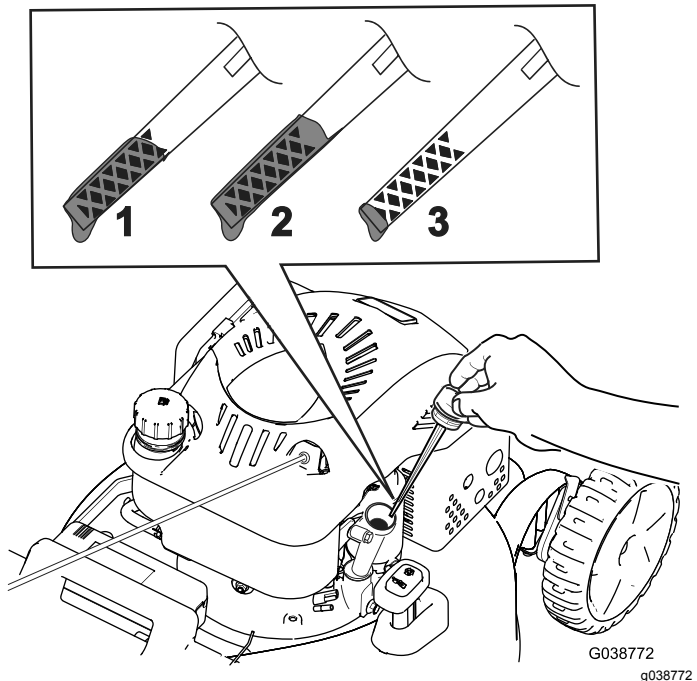

Figure 26
3. Tournez le bouchon dans le sens antihoraire et sortez la jauge (Figure 26).
4. Basculez la machine sur le côté (filtre à air en haut) pour vidanger l'huile usagée par le tube de remplissage (Figure 26).